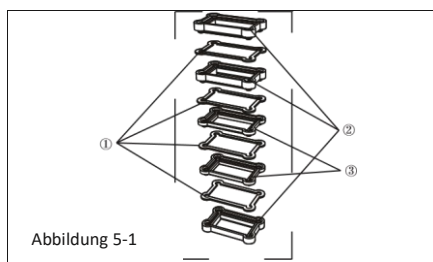

Abbildung 5-1
5. Bevor Sie den Luftkanalaufbau des Innengeräts installieren, montieren Sie den Schaumstoffaufbau entsprechend der Dicke des Fahrzeugdachs. Verwenden Sie eine geeignete Menge Styropor und weichen Schaumstoffs. Hinweis: Der Schaumstoff sollte nicht mehr als 1 oder 2 mm dicker sein als die Dicke des Dachs. Kleben Sie den Styropor-Schaumstoffaufbaunit doppelseitigem Klebeband (vom Hersteller bereitgestellt) (siehe Abb. 5-1, 5-2).